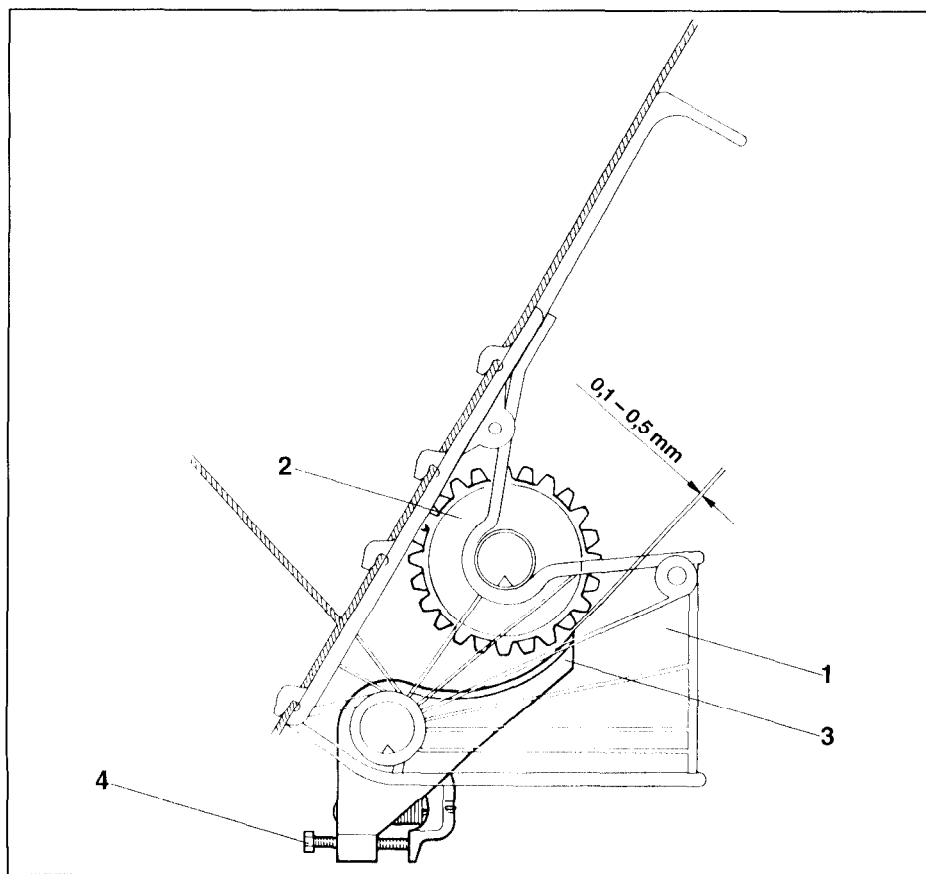

Fig.42
- 2) Kontroller om den foreskrevne afstand på 0,1 mm. til 0,5 mm. (se Fig.42) mellem bundklap (Fig.42/3) og såhjul (Fig.42/2) bliver overholdt i hvert såhus. Herved skal det såhjul som skal kontrolleres drejes på såakselen med hånden.
- 3) Ved afvigelser skal den foreskrevne afstand indstilles med fjederspændeskruen (Fig.42/4).